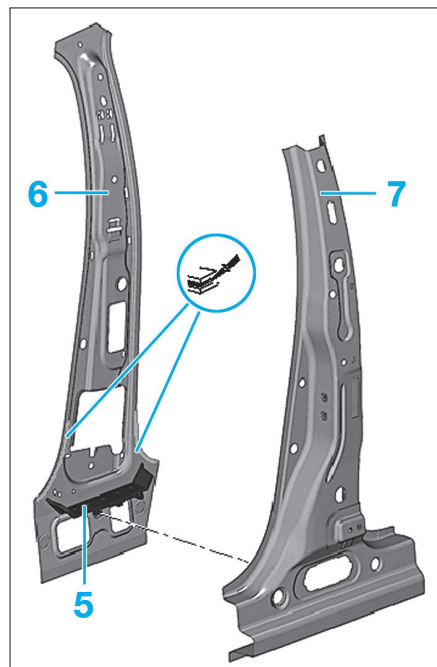

FIG. 51
- Appliquer un cordon de colle bi-composant sur les zones repérées (Fig.51).
- Assembler les pièces (5) et (6).